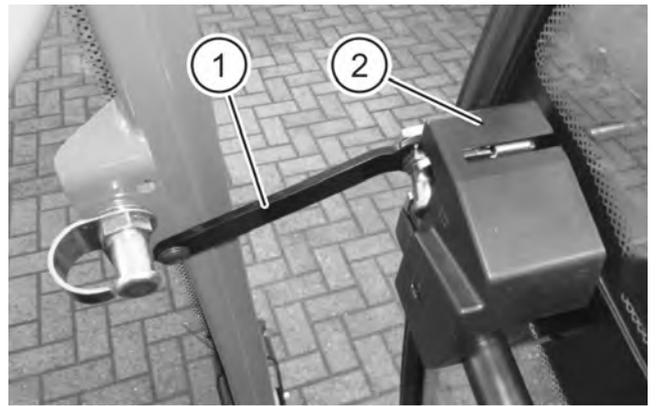

ABB. 78
ABB. 78: Türaufsteller nach oben drehen, bis dieser auf Höhe des Türschlosses ist. Tür langsam schließen, bis der Türaufsteller (1) im Türschloss (2) eingerastet ist.